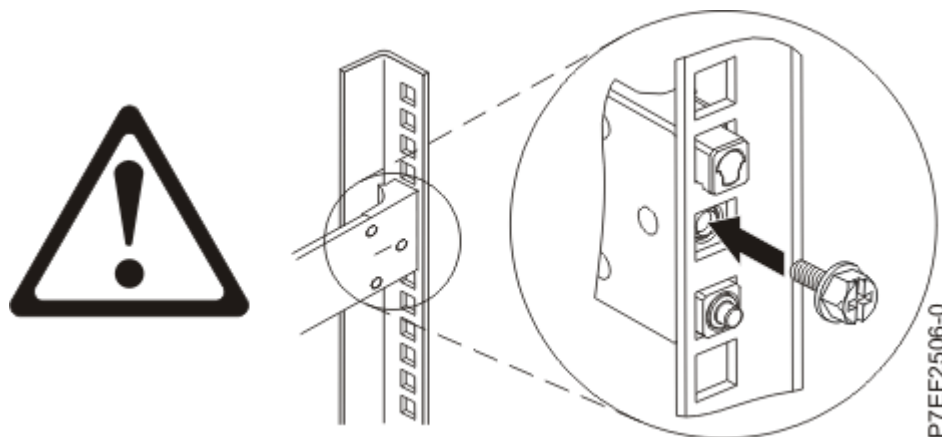

Figure 4 : Réinstallation de la vis
- Réinstallez la vis qui a été retirée à l'étape «2», à la page 4, comme illustré dans la Figure 4, à la page 5.